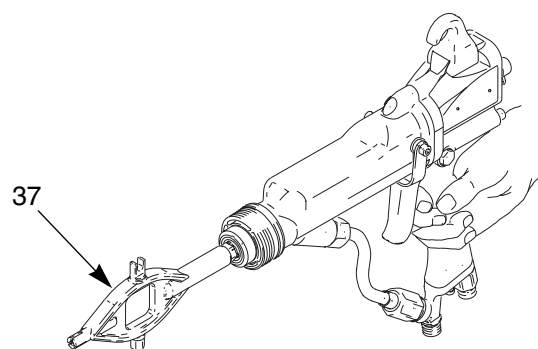

Fig. 9 Remplacement du logement du siège
4. Actionner la gâchette du pistolet et retirer le logement du siège (2) en utilisant l'outil (37) fourni. Voir FIG. 9.